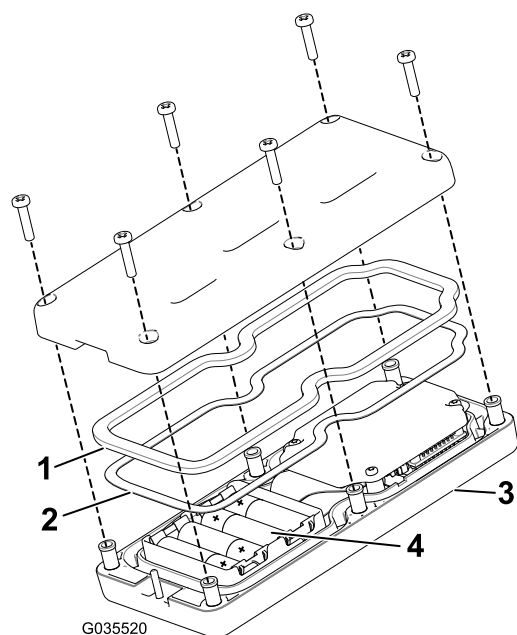

Figure 24
Remarque: Si vous n'installez pas les piles correctement, la télécommande ne sera pas endommagée mais ne fonctionnera pas. Les marquages de polarité sont gravés sur le logement pour chaque borne (Figure 24).
3. Veillez à bien engager le joint en acier et le joint en caoutchouc dans la gorge de la télécommande puis remettez le couvercle arrière en place (Figure 24).
4. Fixez le couvercle avec 6 vis (Figure 24) serrées à un couple de 1,5 à 1,7 N·m.